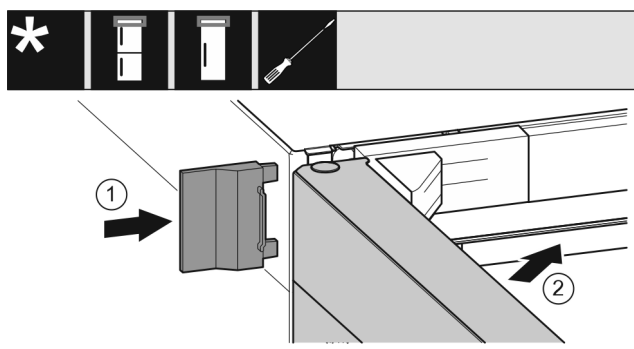

Fig. 24
- ▶ Насуньте зовнішню кришку Fig. 24 (1).
- ▶ Закрийте верхні дверцята Fig. 24 (2).